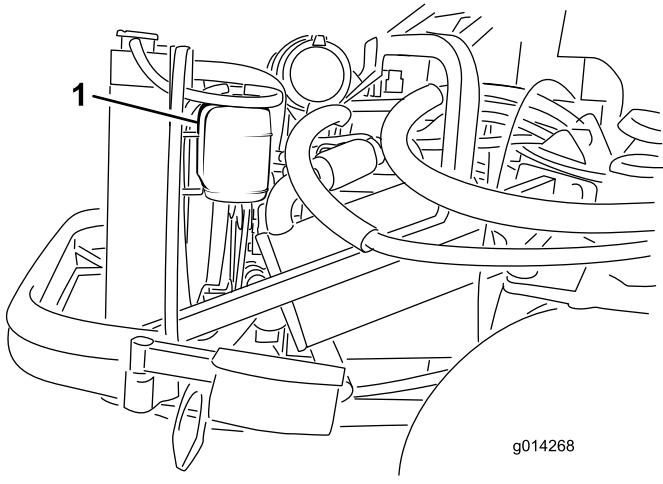

図 53
- 液量の点検は補助タンクで行う（図 53）。タンク側面についている2本のマークの間にあれば適正である。